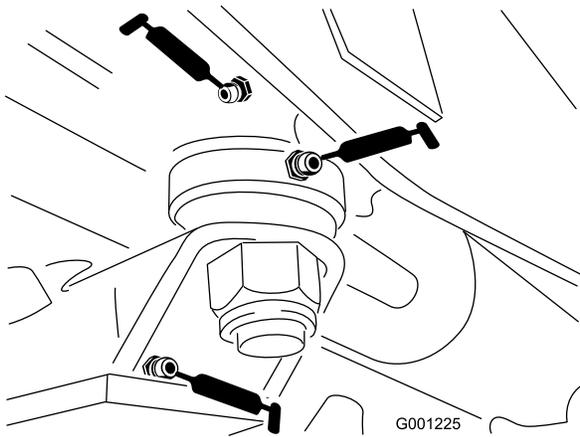

図 43
- ステアリングプレートのベアリング(図 43)
- アクスルピンのブッシュ 図 43